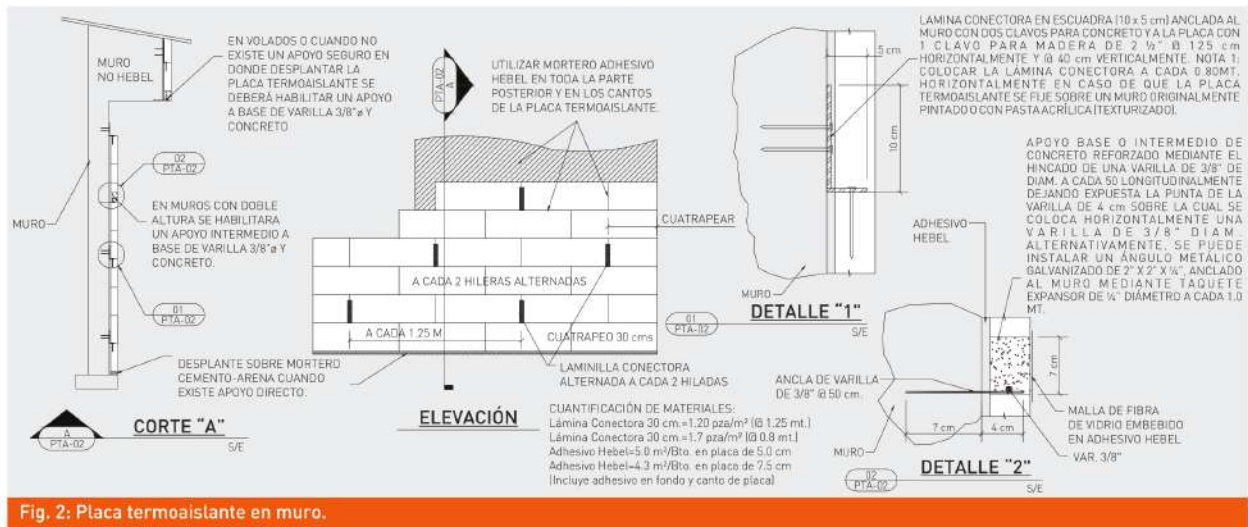

Fig. 2: Placa termoaislante en muro.
5. Se distribuirán laminillas conectoras como se indica en Fig. 2 (a cada 2 carreras verticalmente y a cada 1.25 mt horizontalmente) a manera de conectores entre el muro existente y la placa; para ello la laminilla conectora Hebel original de 30 cm se cortará en dos piezas de 15 cm, mismas que se doblarán en